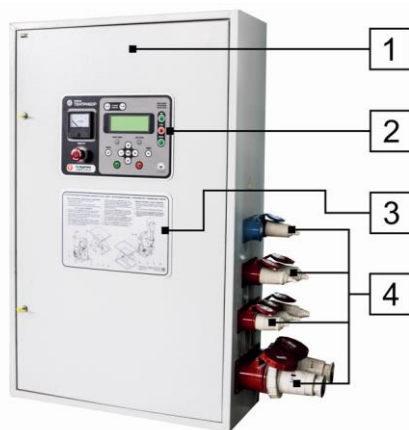
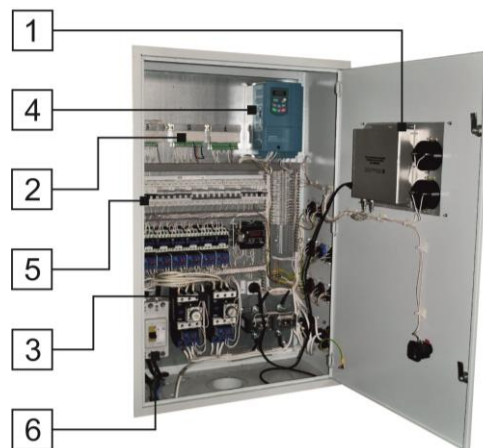
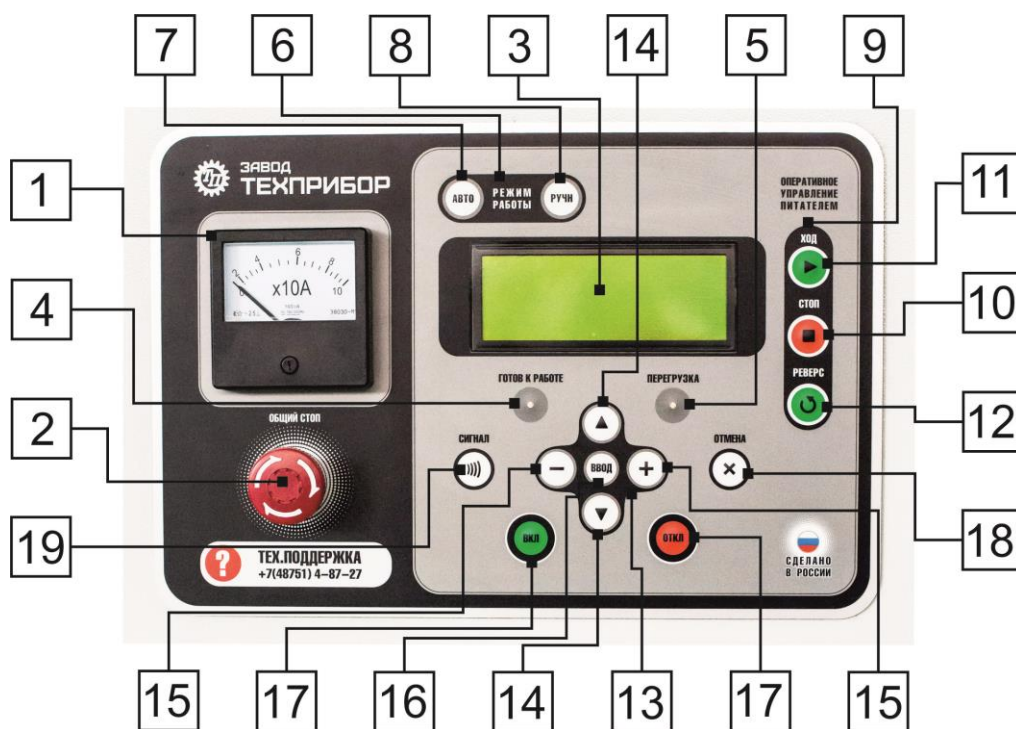

Рис. 18
Рис. 19
Рис. 20 Лицевая панель управления пульта БАУ.
Внешний вид выносного электрического пульта с блоком автоматического управления режимами работы изделия БАУ «МИКРОН» представлен на Рис. 18, внутреннее устройство на Рис. 19, лицевая панель с элементами управления на Рис. 20, схема электрическая принципиальная на Рис. 21, схема подключения мембранных (импульсных) электрических клапанов на Рис. 22, перечень использованных электрических компонентов содержится в таблице 3, рекомендованные сечения питающих проводов ПВС в таблице 4.
Выносной электрический пульт с блоком автоматического управления режимами работы изделия БАУ «МИКРОН» (далее по тексту – пульт БАУ) (Рис. 18) состоит из щита (1), лицевой панели управления (2) с жидкокристаллическим дисплеем, мнемосхемы (3), стационарных розеток (4), включая розетку, служащую для подключения к блоку автоматического управления режимами работы мельницы БАУ «МИКРОН» блока управления установки дозирования активирующей смеси «ПАВ 23/200».
Внутри щита (Рис. 19) расположен основной блок (1), распределенные модули (2), пусковая аппаратура (3), частотные преобразователи (4), автоматические выключатели (5), вводной автомат (6).
Внешний вид, а также конфигурация компонентов щита могут отличаться от представленных на Рис. 18, 19.
Элементы управления пульта БАУ (Рис. 20) вынесены на лицевую панель и интуитивно понятны.